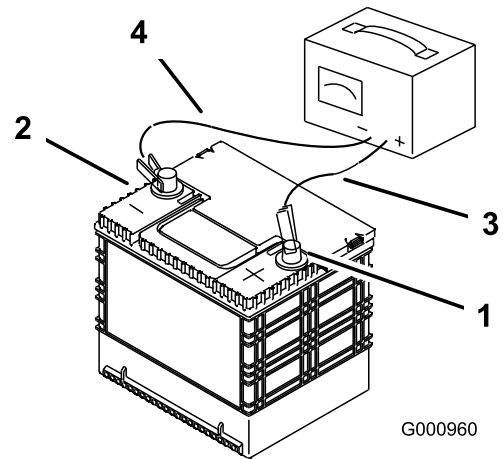

Bild 62
2. Wenn die Batterie ganz aufgeladen ist, ziehen Sie den Stecker des Ladegeräts aus der Dose. Klemmen Sie dann die Klemmen des Ladegeräts von den Batteriepolen ab (Bild 62).